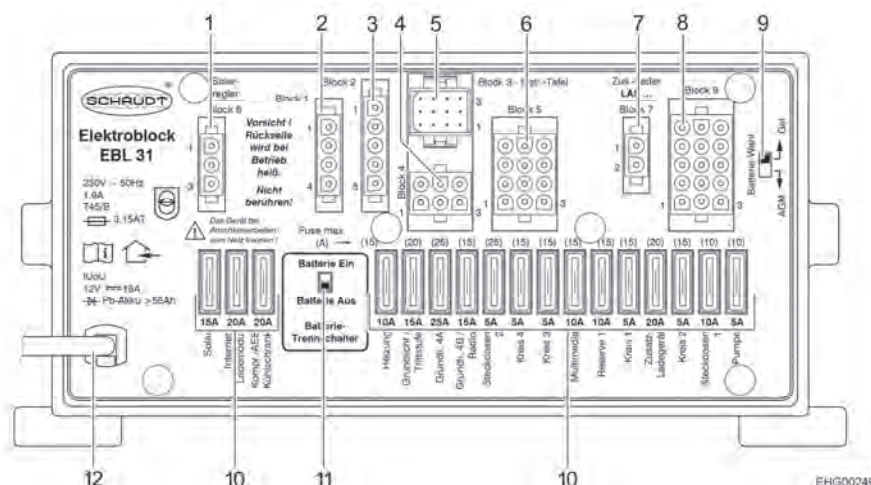

Fig. 100 Centralina elettrica (EBL 31)
- ▷ Per staccare tutte le utenze elettriche a 12 V dall'alimentazione di tensione ed evitare che la batteria dell'abitacolo si scarichi, posizionare l'interruttore staccabatteria (Fig. 100,11) sulla centralina elettrica su "Batterie Aus" (batteria Off).
- ▷ Le utenze come il blocco elettrico stesso, il pannello, il riscaldamento, il regolatore di carica del pannello solare (se presente) e altri apparecchi consumano una ridotta corrente in standby, quindi col passare del tempo scaricano la batteria dell'abitacolo. Per questo motivo posizionare l'interruttore staccabatteria (**Fig. 100,11**) sulla centralina elettrica su "Batterie Aus" (batteria Off) quando il veicolo non viene utilizzato per lungo tempo.